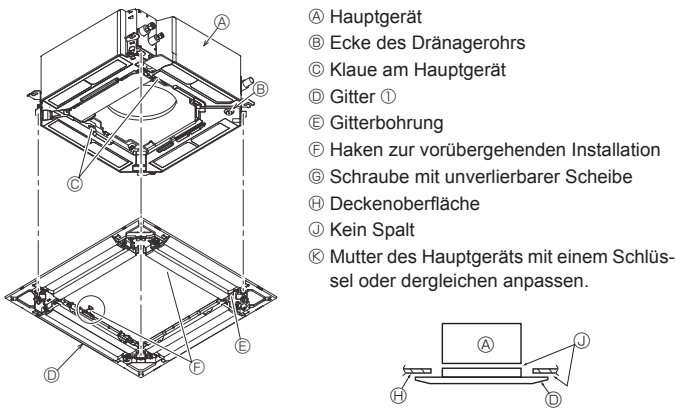

Fig. 9-6
9.4.2. Vorübergehende Installation des Gitters (Fig. 9-6)
- Das Gitter durch Anziehen der vorinstallierten Schrauben am Hauptgerät fixieren. (Fig. 9-6)
Darauf achten, dass sich zwischen dem Hauptgerät und dem Gitter oder zwischen dem Gitter und der Deckenoberfläche kein Spalt befindet. (Fig. 9-6)
- Nach dem Festziehen der Schraube prüfen, dass die beiden Gitterhaken (Fig. 9-6) in den Haken am Hauptgerät eingerastet sind.